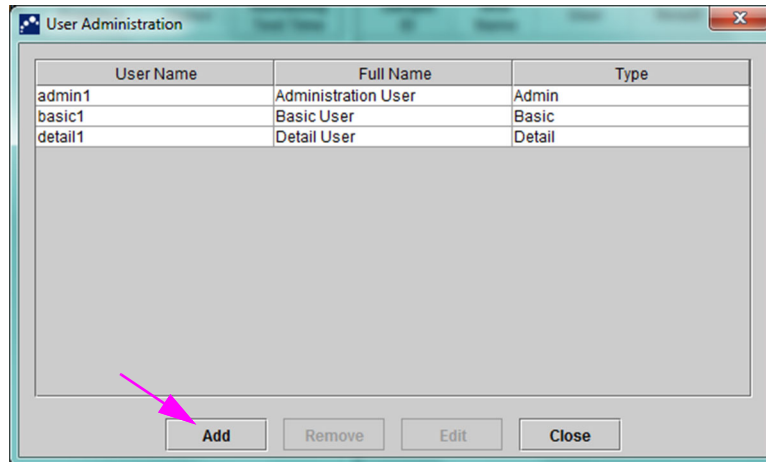
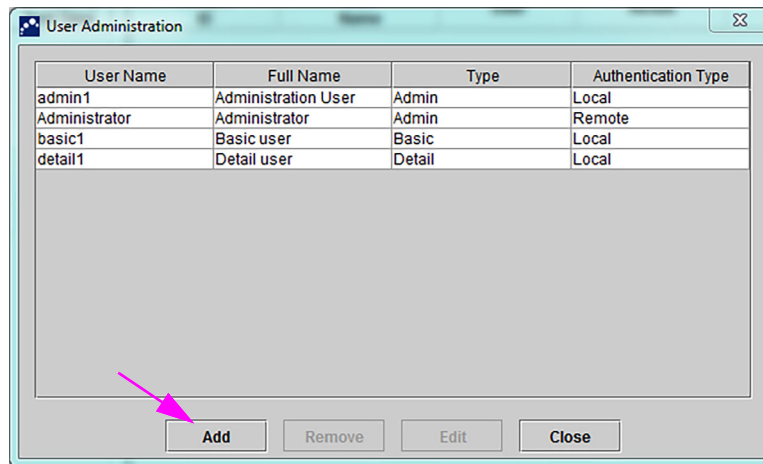

Figura 2-70. Caseta de dialog Administrare utilizator
Figura 2-71. Caseta de dialog Utilizator pentru utilizator la distanță
- În fereastra sistemului GeneXpert Dx (consultați Figura 2-56), în meniul **Configurare (Setup)**, faceți clic pe **Administrare utilizator (User Administration)**. Apare caseta de dialog Administrare utilizator (User Administration). Consultați Figura 2-70 dacă adăugați un utilizator local sau Figura 2-71 dacă adăugați un utilizator LDAP la distanță.
- În fereastra sistemului GeneXpert Dx (consultați Figura 2-56), în meniul Configurare (Setup), faceți clic pe **Administrare utilizator (User Administration)**. Apare caseta de dialog Administrare utilizator (User Administration). Consultați Figura 2-70.